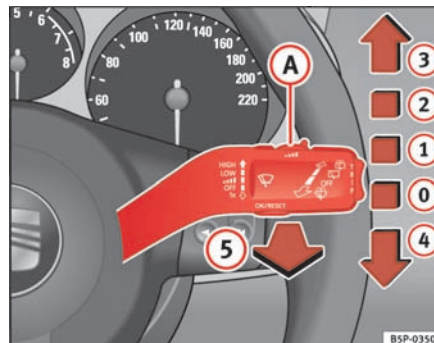

Fig. 86 Betjeningsarm til viskere og sprinklere
Betjeningsarmen til viskerne ⇒ fig. 86 kan stå i følgende positioner:
- Hvis bilen standser, når trin ⇒ side 120, fig. 86 **2** eller **3** er valgt, skiftes der automatisk ned til næste lavere trin. Når bilen kører igen, skiftes der automatisk tilbage til det indstillede viskertrin.